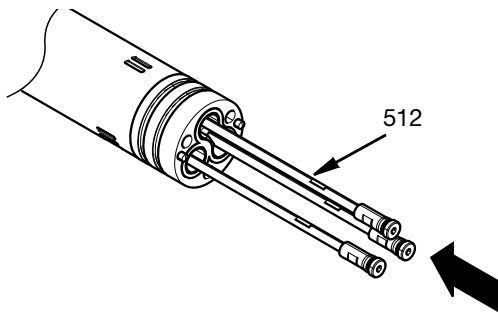

FIG. 29
9. För in avstängningsventilerna (512) genom adaptorn in i mittkroppen. Se FIG. 29.